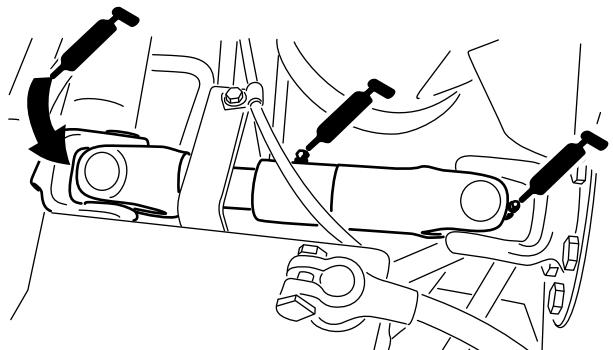

Figure 50
- Joint de cardan d'arbre d'entraînement de pompe (3) (Figure 50)